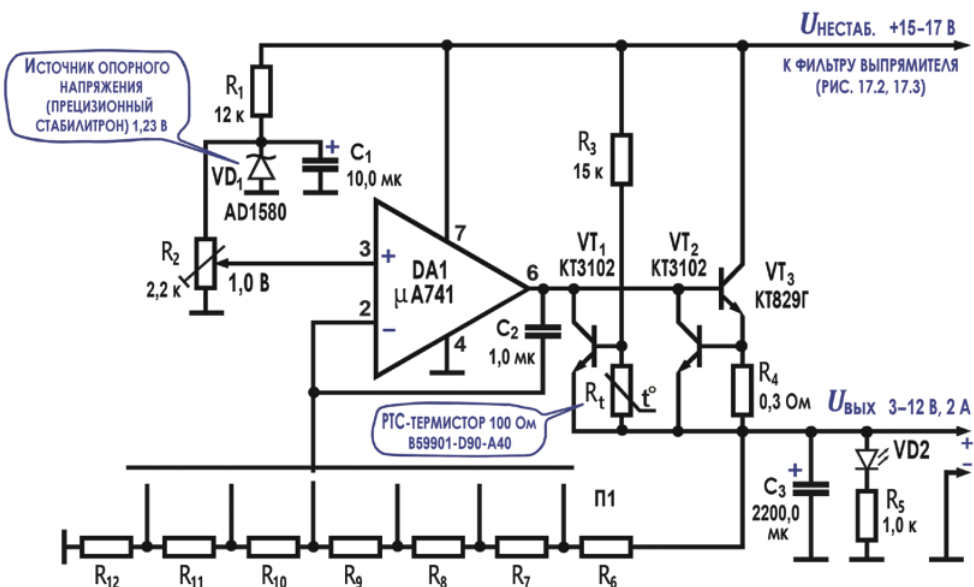

Рис. 17.7. Лабораторный источник питания
Схема стабилизатора приведена на рис. 17.7. Кратко рассмотрим, как она работает.
**Таблица 17.1.** Значение сопротивлений делителя П1 (рис. 17.7)